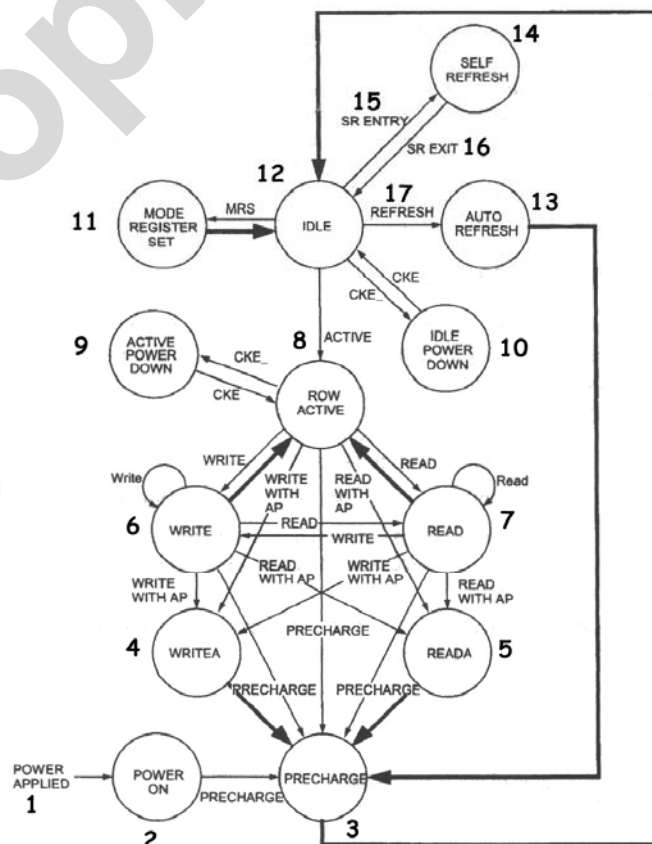

Рис. 80. Диаграмма состояний для типового модемного запоминающего устройства SDRAM
Устройство «Синхронная память DRAM» (рис. 80) использует отдельную схему синхронизации, чтобы синхронизировать входные сигналы в ЗУ. Наиболее широко применяются типы PC66, PC100 или PC133 для тактовой скорости 66, 100 или 133 МГц. ЗУ содержит функции логики, позволяющие считывать информацию в блоках без обеспечения памяти новыми адресами. Считывание изменяется синхронно с импульсами синхронизации ЗУ. Для запоминающего устройства PC100 это означает, что может быть достигнута полоса частот ЗУ в несколько сот мегабайт в секунду.
SRAM – статическое ОЗУ с произвольной выборкой – спроектировано так, чтобы не было необходимости в перезаписи информации для ее поддержания в ЗУ (рис. 80). Кроме того, информация хранится не как заряд в конденсаторе, а в триггере, который состоит из ряда перекрестных транзисторов. Устройство SRAM имеет низкое потребление мощности и рассматривается как более быстрое, чем DRAM. Наибольшее применение это устройство получило в качестве ЗУ в системах с батарейным питанием и как КЭШ-память (Cache memory) типа L2 Cache для печатных схем (PC).